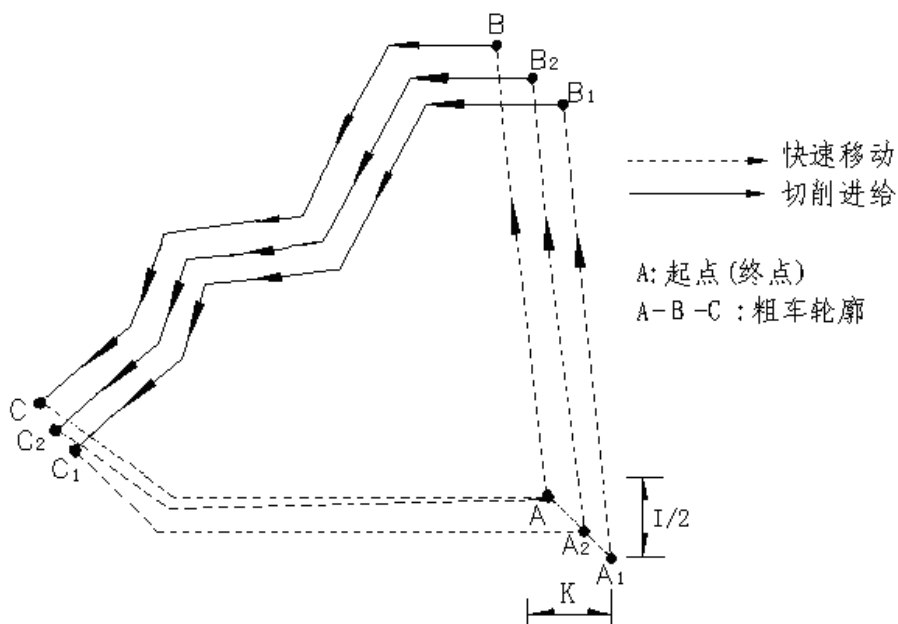

图 4-16-14 G73 指令运行轨迹
G73 的起点和终点相同，本指令适用于成型毛坯的粗车。G73 指令为非模态指令，指令轨迹如图 4-16-14。
I: 第一次粗车的 X 轴退刀量, 有符号数, 参考下图 4-16-14 中的 I。
K: 第一次粗车的 Z 轴退刀量, 有符号数, 参考下图 4-16-14 中的 K。
其中: X (U)、Z (W)、P、Q 描述了下图 4-16-14 中的 ABCA 封闭轨迹, 即从 A 点快速定位到 B 点、然后执行 PQ 程序段到 C 点、然后快速回到 A 点。ABCA 实际上是最后一次粗车的轨迹。
下图 4-16-14 中的 I、K 描述了先要偏移 I 值、K 值再进行第一次粗车; 即执行  $A_1B_1C_1A_2$  轨迹。L 描述了从第一次粗车开始, 总共要进行 L 层剥离, 再进行最后一次粗车; 每层剥离的吃刀量要均匀, 即每层剥离量是 X 轴方向  $I/L$ 、Z 轴方向  $K/L$ , 由  $A_1B_1C_1$  层, 逐渐靠近 ABC 层。实际切削次数为 L 次。
如图 4-16-14, 假设 L=3 层。